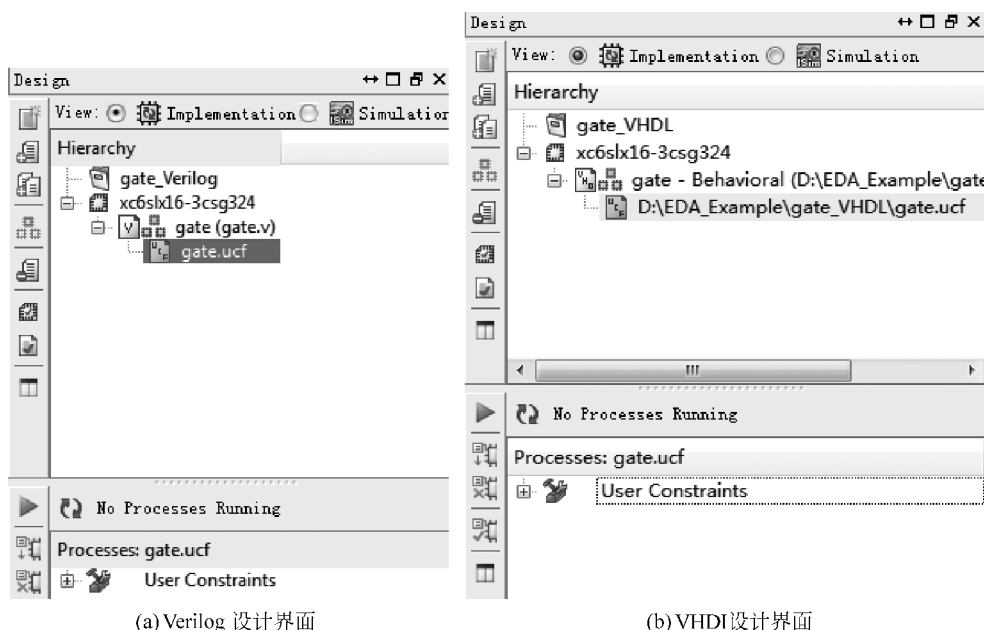
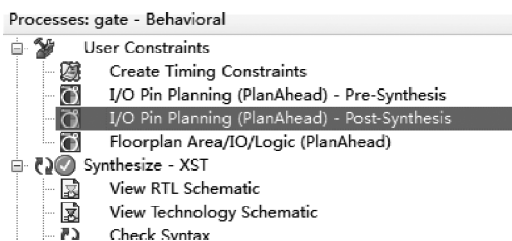

图 3.48 出现 .ucf 界面
图 3.49 用户约束文件选择入口
- (4) 出现 New Source Wizard-summary 界面。新添加的用户约束文件为 gate.ucf。
- (5) 单击 Finish 按钮。
- (6) 如图 3.48 所示,在主界面的 Hierarchy 窗口下,添加 gate.ucf 文件。系统自动打开了空的 gate.ucf 文件,手动关闭该文件。
- (7) 在图 3.48(a)所示的界面内选中 gate.v 文件。对于使用 VHDL 的读者,在图 3.48(b)所示的界面内选中 gate.vhd 文件。
- (8) 如图 3.49 所示,在图 3.48(a)或者图 3.48(b)的下方窗口中,选择并展开 User Constraints。
- (9) 在展开项中,选择并双击 I/O Pin Planning(PlanAhead)-Post-Synthesis。
(14) 双击图 3.48 Hierarchy 面板内的 gate.ucf 文件图标，查看或修改管脚约束文件。